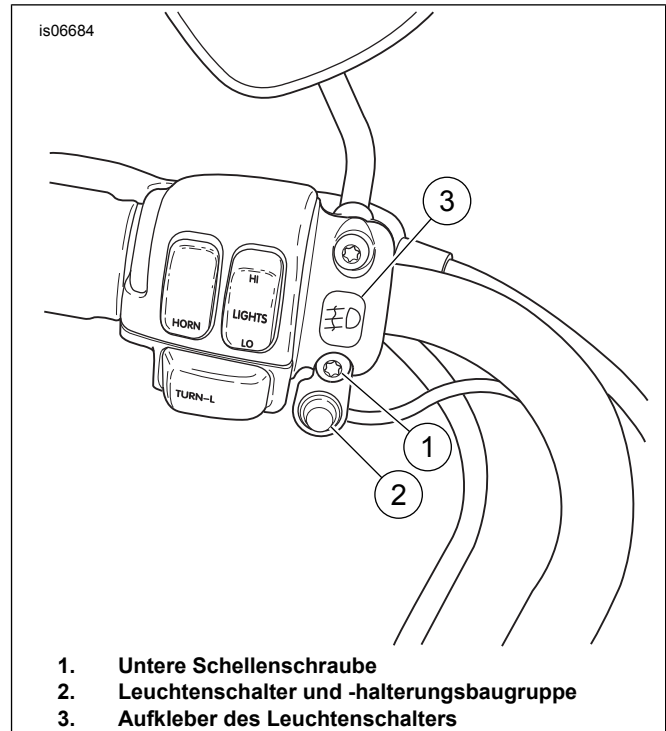

Abbildung 5. Leuchtschalter einbauen (Modelle ab 1996 abgebildet)
17. Siehe Abbildung 5. Die untere Schraube (1) und Unterlegscheibe von der Kupplungshebelschelle entfernen und den Leuchtschalter und die Halterungsbaugruppe (2) anbringen. Die Schraube und Unterlegscheibe einbauen und auf ein Drehmoment von 7–9 N·m (60–80 in-lbs) anziehen. **Für internationale Anwendungen:** Den Aufkleber für den Nebelscheinwerferschalter (3) an der Kupplungshebelschelle anbringen.